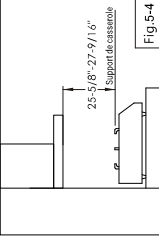

Fig. 5-4
5. La hauteur minimale entre la surface de cuisson et la partie inférieure de la hotte doit être de 25-5/8" pouces (65cm). Si le guide d'installation de la gazinière indique une hauteur supérieure, celle-ci doit être respectée. (Fig. 5-4)